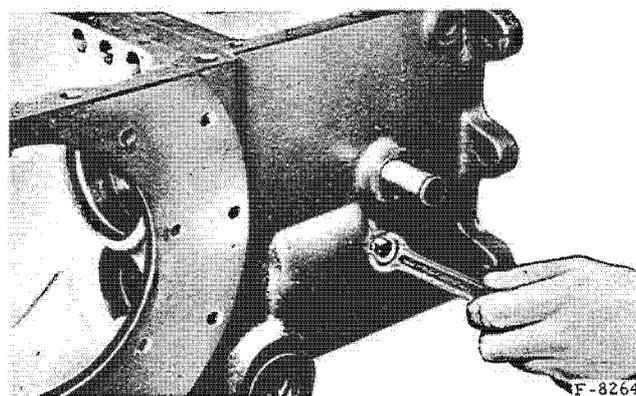

Fig. 43. - Vis de fixation de l'axe du pignon de marche arrière.
- Dévissez la vis de fixation de l'axe du pignon de marche arrière (fig. 43).